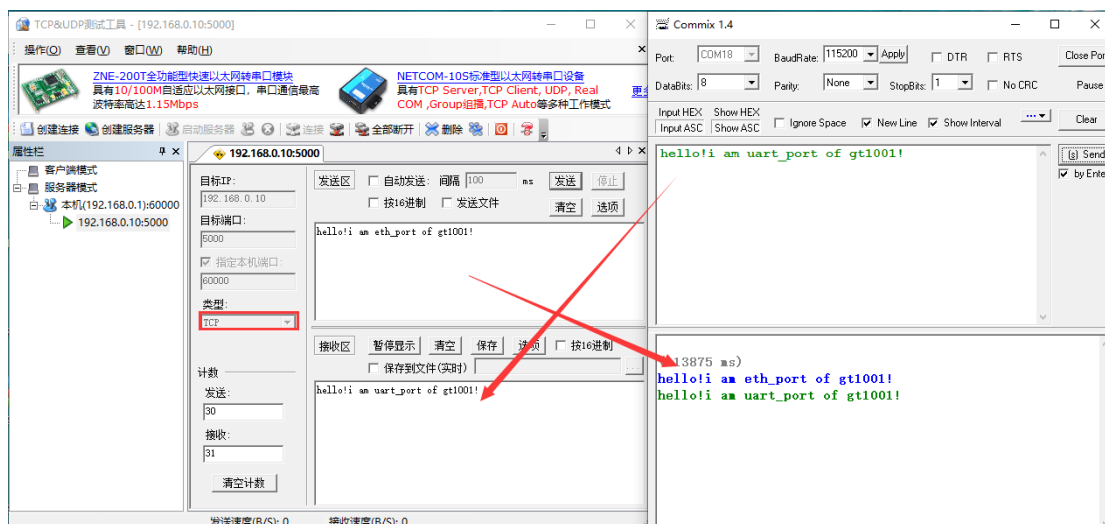

图 6-14 TCP Client 模式通信界面
4) 模块作为客户端主动向电脑发送连接申请建立连接，打开后可直接进行通信，通信界面如图 6-14 所示。